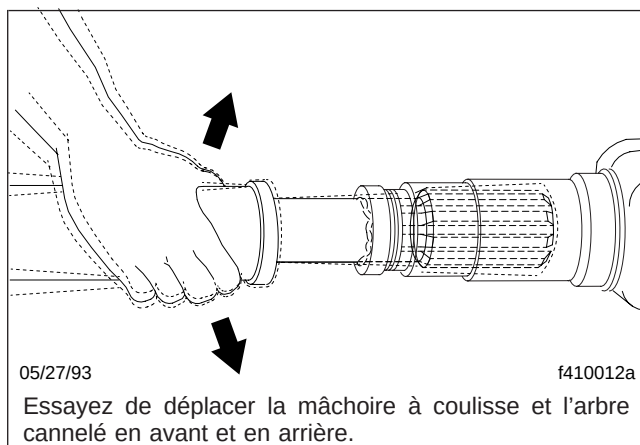

Fig. 4, Vérification de l'usure de la cannelure du joint coulissant
6. Vérifiez les joints coulissants pour déceler toute trace d'usure des cannelures en déplaçant la mâchoire à coulisse et l'arbre cannelé en avant et en arrière. Voir la **figure 4**. Si le joint coulissant peut être tourné dans un mouvement horaire ou antihoraire supérieur à 0,18 mm (0,007 po), remplacez la mâchoire à coulisse et l'arbre cannelé.